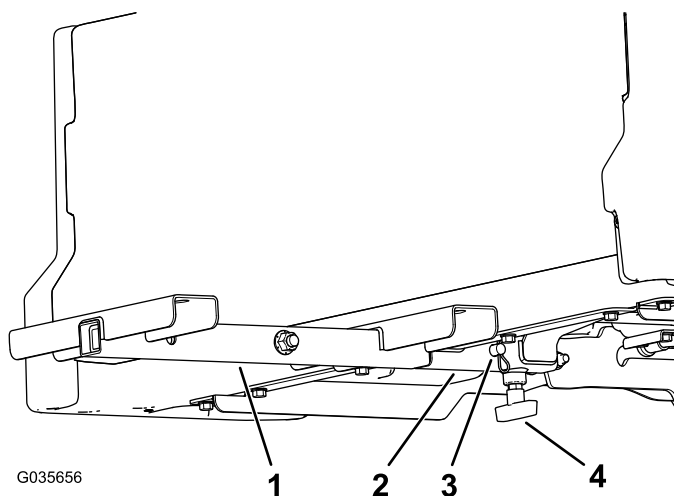

Figura 5
- Introduzca el tubo de montaje en el receptor de la plataforma de carga y sujételo con el pasador ($\frac{1}{2}$ " x 2") y la chaveta (Figura 5).
- Apriete el asa en "T" del receptor de la plataforma de carga (Figura 5).
- Afloje el asa en "T" del receptor de la plataforma de carga (Figura 5).